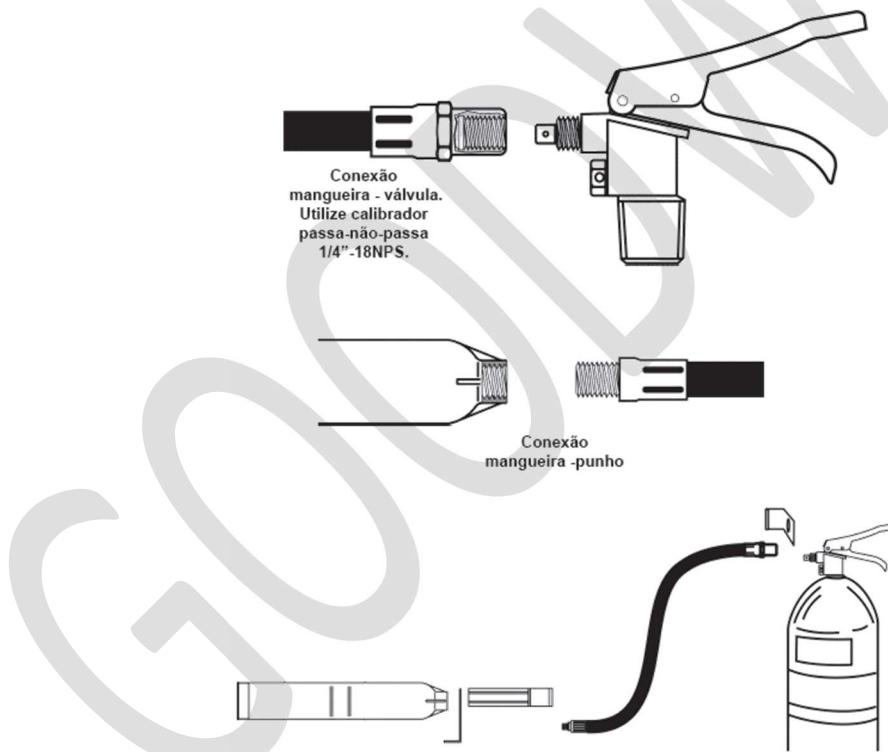

Figura 11: Conjunto Mangueira
- ✓ Verifique as roscas do terminal de conexão da mangueira e da válvula, utilize calibrador passa-não-passa 1/4"-18NPS (vide figura 11)